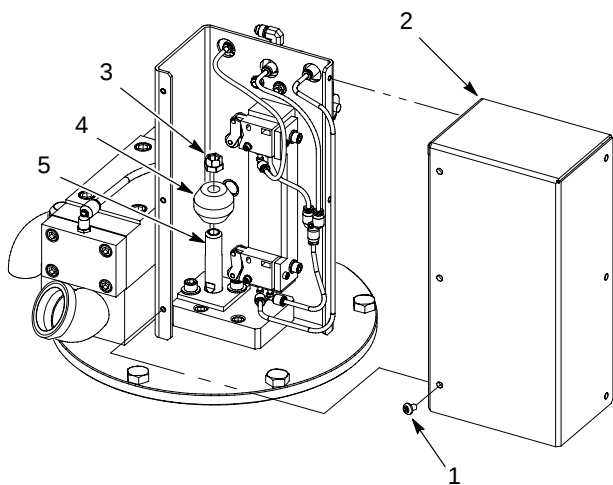
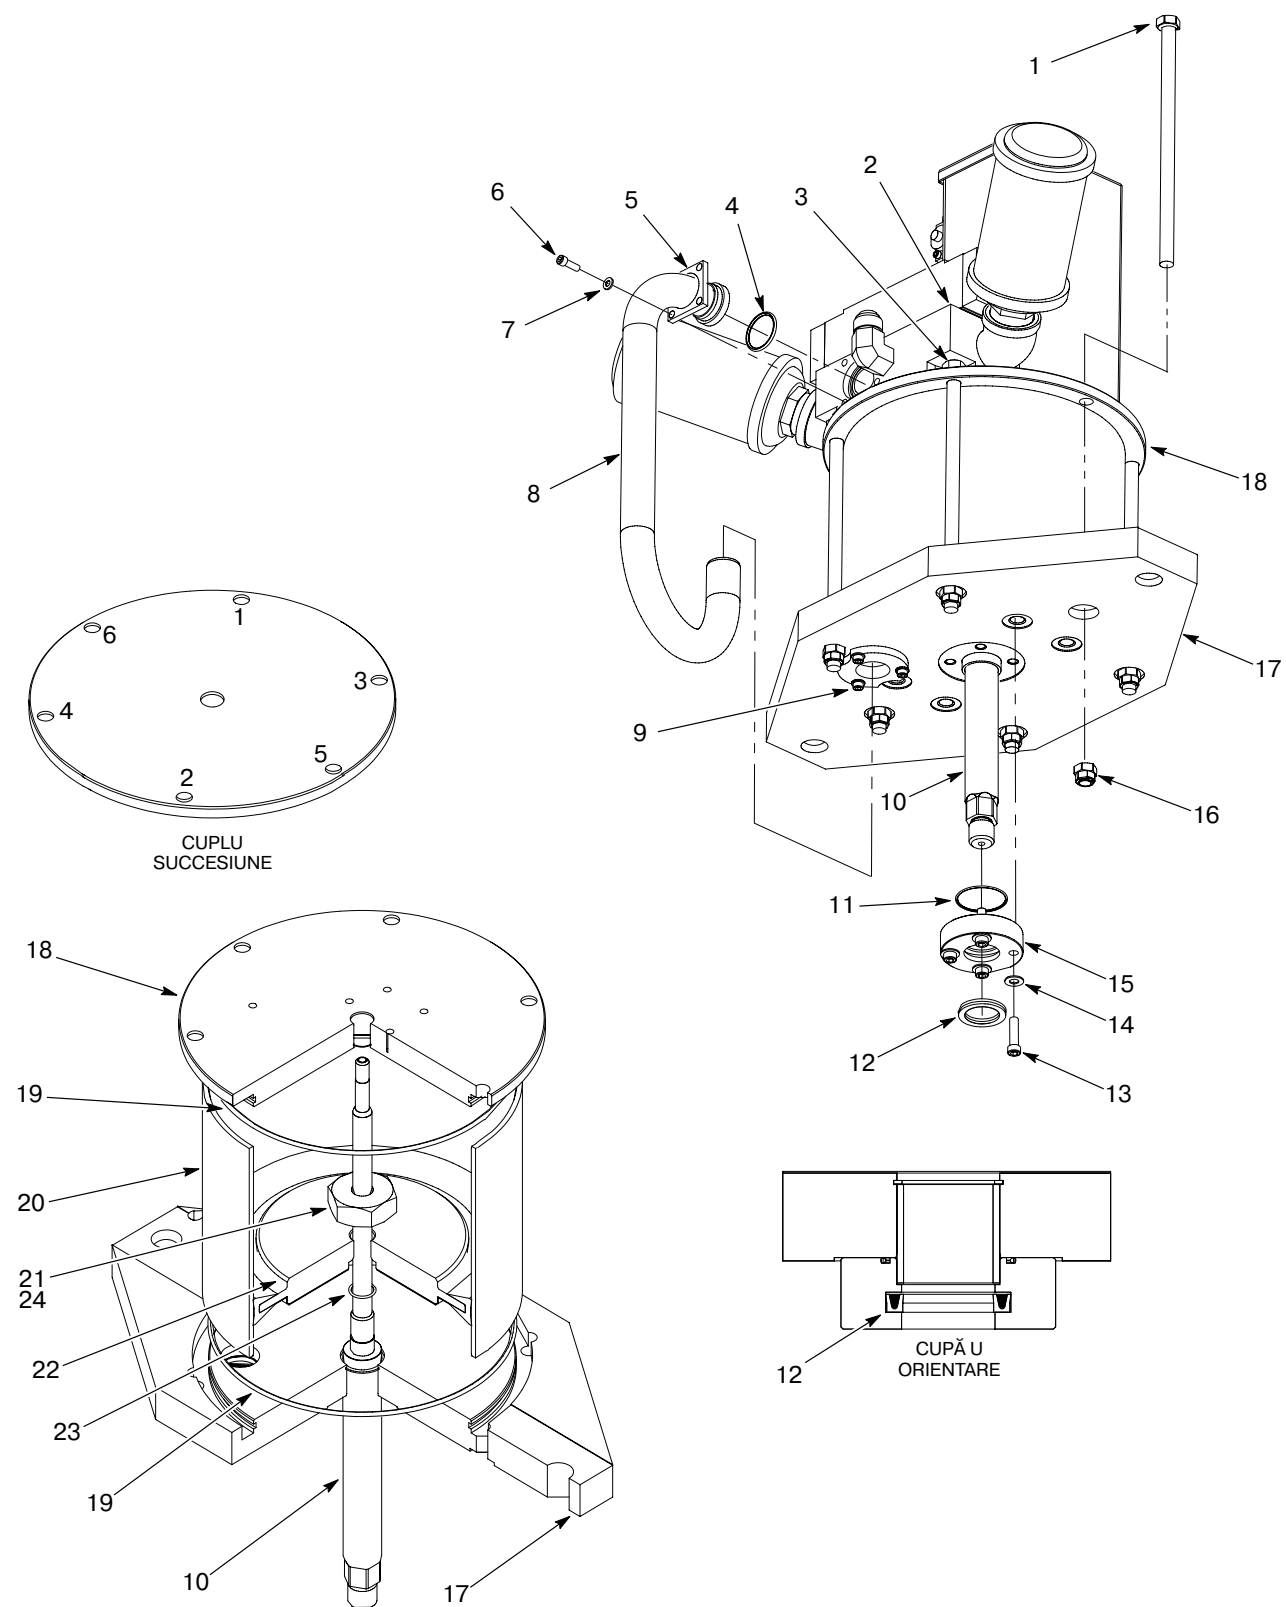

Figura 12 Demontarea capacului tijei de declanșare
Figura 13 Înlocuirea pistonului
1. A se vedea Figura 12. Desfaceți șuruburile (1) care fixează capacul ansamblului tijei de declanșare (2).
2. Așezați o cheie pe părțile plate ale tijei pistonului (5).
3. Desfaceți piulița (3) care fixează bara de declanșare (4) la tija pistonului (5).
4. A se vedea Figura 13. Demontați șuruburile (6) și șaibele (7) fixând opritorul tubului superior de alimentare (5) la galeria de admisie a aerului (2).
5. Slăbiți șuruburile opritorului tubului de alimentare inferior (9).
6. Demontați tubul de alimentare (8) de la galeria de alimentare cu aer (2) și placa de bază (17). Demontați și eliminați inelul de etanșare (4) de la galeria de admisie a aerului (2).
7. Demontați șuruburile (13) și șaibele (14) care fixează opritorul tijei pistonului (15) la placa de bază (17). Demontați inelul de etanșare (11) și cupa U (12). Eliminați inelul de etanșare și cupa U.
8. Demontați șuruburile (1) și piulițele (16) care fixează capacul motorului pneumatic (18) la placa de bază (17). Folosiți o cheie pe părțile plate ale celor două șuruburi (3) de sub galeria de admisie a aerului (2) pentru a demonta piulițele.
9. Demontați capacul motorului pneumatic (18) și așezați-l pe o suprafață plană. Demontați și eliminați inelul de etanșare al capacului motorului pneumatic (19).
10. Demontați cilindrul pneumatic (20) și inelul de etanșare (19) de la placa de bază (17). Eliminați inelul de etanșare. Demontați ansamblul pistonului de la cilindrul pneumatic.
11. Desfaceți piulița (21) care fixează pistonul (22) la tija pistonului (10). Demontați inelul de etanșare (23) de la tija pistonului și eliminați-l.
1. A se vedea Figura 13. Aplicați vaselină TFE pe următoarele părți:
- suprafața interioară a cilindrului pneumatic (20)
- piston (22)
- cupă U (12)
2. Montați inelul de etanșare (23) pe tija pistonului (10).
3. Aplicați Loctite 242 (24) pe filetele superioare ale tijei pistonului (10). Montați pistonul (22) pe tija pistonului. Montați piulița pe tija pistonului și strângeți la 200-220 ft-lb (271-298 N•m).
4. Asamblați ansamblul pistonului și cilindrul pneumatic (20):
- b. Aplicați vaselină TFE pe tija pistonului (10).
5. Montați inelele de etanșare (19) pe placa de bază (17) și capacul motorului pneumatic (18).
7. Montați capacul motorului pneumatic (18) pe cilindrul pneumatic (20) cu ajutorul șuruburilor (1, 3). Realizați următoarele:
- a. Montați piulițele (16) pe șuruburi.
8. Introduceți inelul de etanșare (11) și cupa U (12) în opritorul tijei pistonului (15), așa cum este prezentat.
9. Montați opritorul tijei pistonului (15) pe placa de bază (17) cu ajutorul șuruburilor (13) și al șaibelor (14). Strângeți șuruburile la 22-25 ft-lb (30-33 N•m).
10. Introduceți cu grijă porțiunea inferioară a tubului de alimentare cu aer (8) prin opritorul inferior (9) și în placa de bază (17).
11. Introduceți cu grijă porțiunea superioară a tubului de alimentare cu aer (8) în galeria de admisie a aerului (2).
12. Fixați opritorul superior (5) la galeria de admisie a aerului (2) folosind șuruburile (6) și șaibele (7). Strângeți șuruburile la 10-12 ft-lb (13-16 N•m).
13. Strângeți șuruburile pe opritorul inferior (9) la 10-12 ft-lb (13-16 N•m).
14. A se vedea Figura 12. Montați bara de declanșare (4) pe tija pistonului (5) cu ajutorul piuliței (3). Strângeți bine piulița.
15. Montați capacul (2) la motorul pneumatic cu ajutorul șuruburilor (1). Strângeți bine șuruburile.